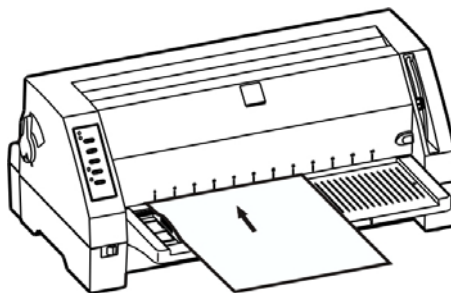

图 3-5 安装单页纸
6. 如图 3-5 所示，将打印纸（打印面朝上）紧贴挡纸板边沿，平稳地插入打印机，直到遇到阻力为止。